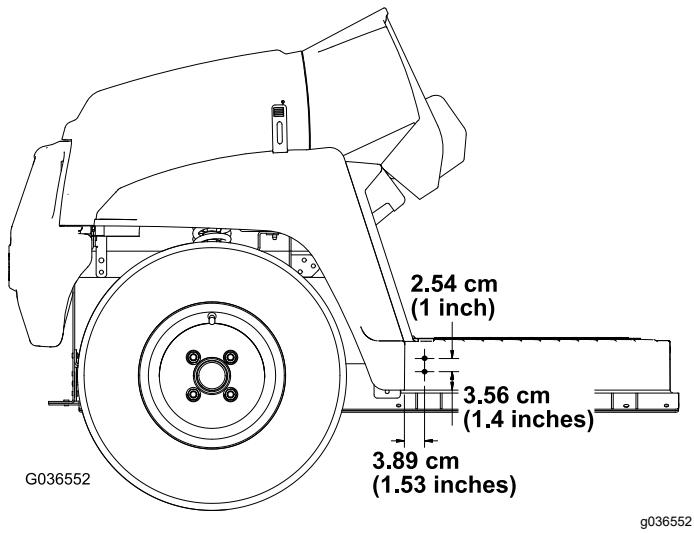

Рисунок 29
1. Просверлите в наружных поверхностях панели пола с левой и правой стороны автомобиля два отверстия (5/16 дюйма) по размерам, указанным на Рисунок 29.